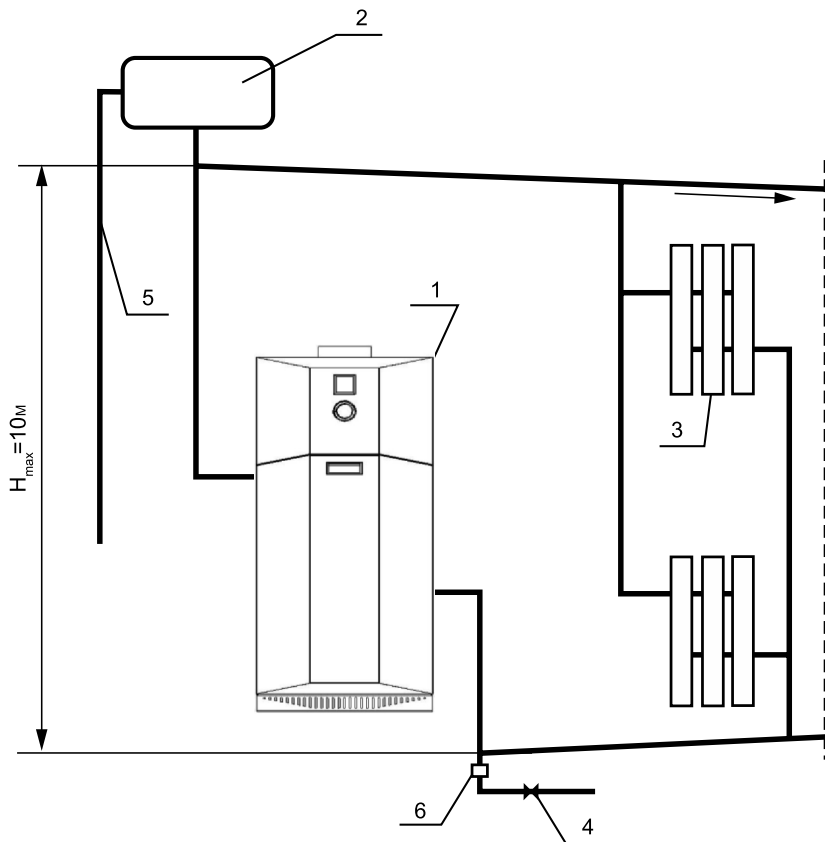

Рис. 2.
- 6.7. Расширительный бачок устанавливается в верхней точке главного стояка, желательнее в отапливаемом помещении. Запрещается устанавливать вентиль на сигнальной трубе (см. рис. 2, 3).